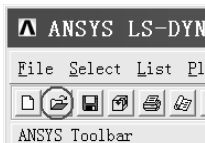

图 4-75 “OPEN ANSYS File”按钮
(2) 单击“14.0: ANSYS Mechanical APDL Product Launcher [Profile:***La...”窗口中“Simulation Environment:”方框后的倒立三角形图标, 选中“ANSYS”。
(3) 单击“14.0: ANSYS Mechanical APDL Product Launcher [Profile:***La...”窗口中“License:”方框后的倒立三角形图标, 选中“ANSYS LS-DYNA”。
(4) 在“14.0: ANSYS Mechanical APDL Product Launcher [Profile:***La...”窗口中的“Working Directory:”方框内找出“D:\Ch4\balls impact”目录。
(5) 在“14.0: ANSYS Mechanical APDL Product Launcher [Profile:***La...”窗口中的“Job Name:”方框内找出“D:\Ch4\balls impact”目录中的“balls impact.db”文件。
(6) 单击“14.0: ANSYS Mechanical APDL Product Launcher [Profile:***La...”窗口中的“Run”按钮, 弹出 ANSYS LS-DYNA 操作界面。
(7) 单击 ANSYS LS-DYNA 操作界面左上角处的“OPEN ANSYS File”按钮(见图 4-75), 打开“D:\Ch4\balls impact”目录中的“balls impact.db”文件。打开该文件后图形界面中显示出划分单元后的三个球壳。